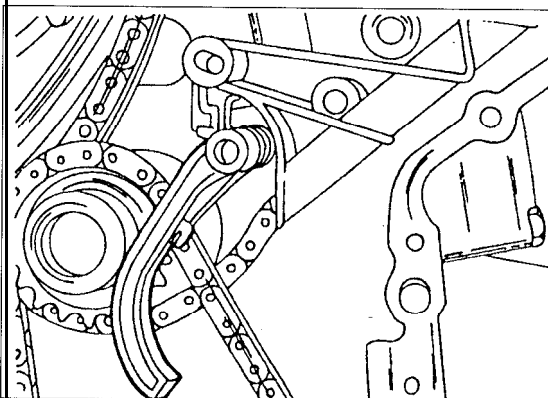

Bild 158
- Den Spannhebel zusammen mit der Feder und der Gleitschiene weit genug herausziehen, so dass der Spannhebel an der Kette vorbeikommt und gegen die Kurbelwelle anliegen kann, wie es aus Bild 158 ersichtlich ist.
- Befestigung des Spannhebels der Ölpumpenkette ausbauen, wie es im letzten Kapitel beschrieben wurde und den Hebel (9) in Bild 152 herunterziehen (siehe ebenfalls Bild 158).